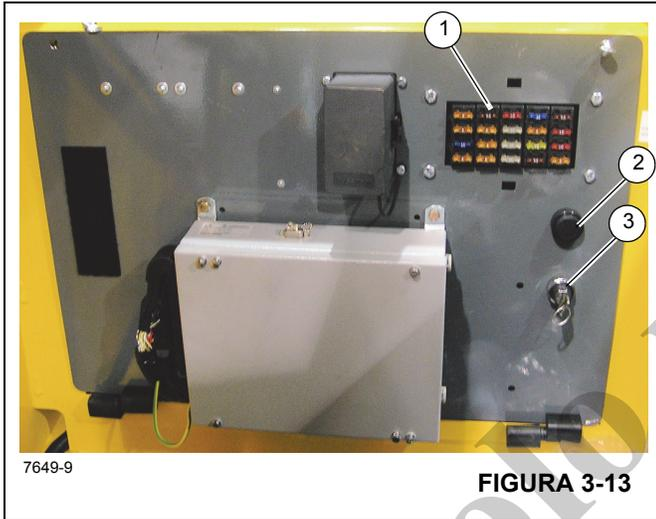

FIGURA 3-13
El tablero de fusibles (1) (Figura 3-13) se encuentra detrás del asiento de la cabina en el conjunto de tablero de relés y fusibles de la cabina. Contiene 20 fusibles que protegen los diversos componentes eléctricos de la grúa.
El interruptor de anulación de emergencia del RCL (3, Figura 3-13) es un interruptor accionado con llave que se encuentra dentro de la cabina del operador, en el conjunto del tablero, detrás del asiento del operador. Cuando se acciona (en sentido horario), el interruptor anula y evita que el RCL bloquee las tres funciones de la grúa (bajada de la pluma, extensión del mecanismo telescópico y elevación del malacate), lo que ocasionaría una condición de sobrecarga o de contacto entre bloques.